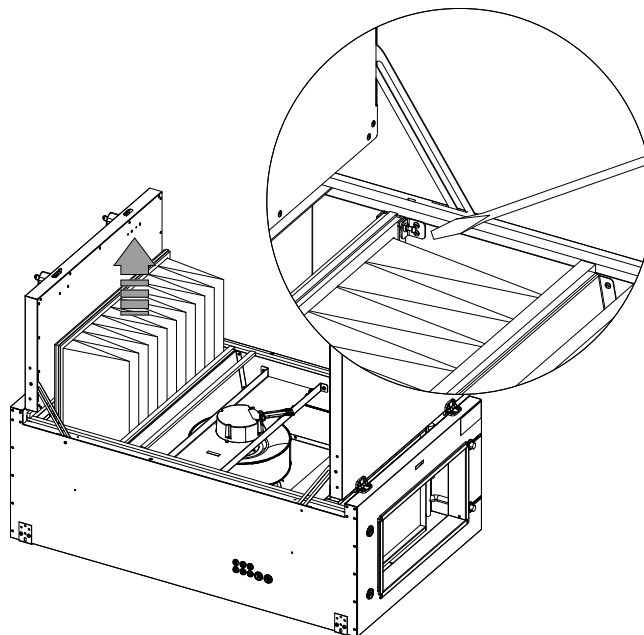

Рис.37
3. Придерживая фильтр открутите винт, фиксирующий фильтр в рамке и аккуратно выньте фильтр из агрегата. Рис.37. Будьте осторожны: фильтр сильно запылён, не трясите его, не вдыхайте пыль в случае её осыпания. Аккуратно поместите запылённый фильтр в пластиковый пакет для дальнейшей транспортировки и утилизации. Утилизацию запылённого фильтра проводите согласно местным и локальным нормам и требованиям.